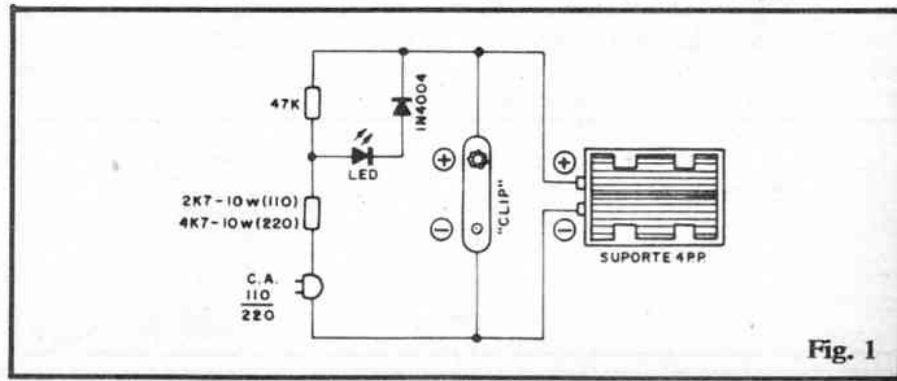
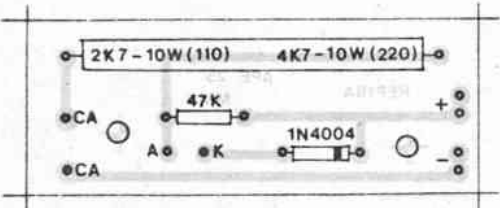

Fig. 1
Fig. 3
- **FIG. 1** - Diagrama esquemático do circuito do REPIBA. Os componentes são poucos e comuns, tornando a montagem própria até para os iniciantes, sem muita prática. Comparando os dados da LISTA DE PEÇAS, "chapeado" (fig. 3) e esquema (fig. 1), qualquer dúvida pode ser facilmente esclarecida. Qualquer coisa, o TABELÃO APE está lá, no seu lugar de sempre (no começo da Revista...) para um auxílio visual, se necessário...
- **FIG. 3** - Diagrama de montagem ("chapeado") com a placa agora vista pelo lado dos componentes (não cobreado). ATENÇÃO à posição do diodo 1N4004, ao valor do resistor "grandão" (que depende da tensão da rede C.A. local: 2K7 x 10W para 110V ou 4K7 x 10W para 220V) e às codificações atribuídas às ilhas periféricas, destinadas às conexões ex-